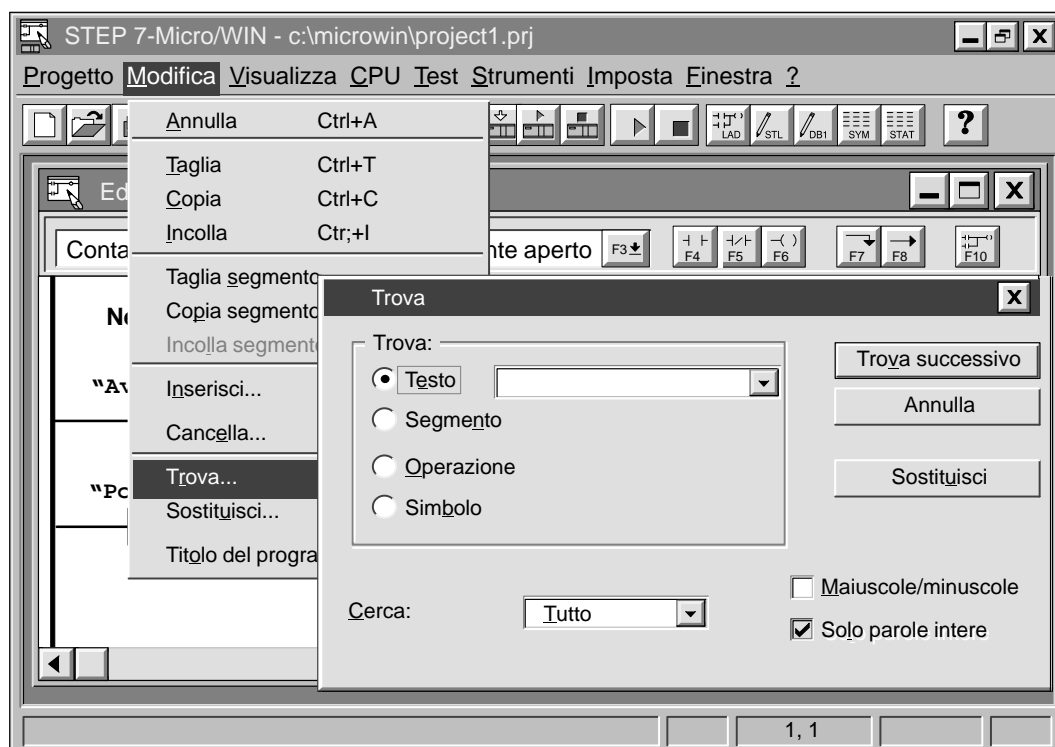

Figura 5-21 Finestra di dialogo Trova
La funzione Trova consente di ricercare un parametro specifico, la funzione Sostituisci consente di sostituirlo. Vedere la figura 5-21.
1. Selezionare **Modifica ► Trova...**. La figura 5-21 riporta la finestra di dialogo Trova.